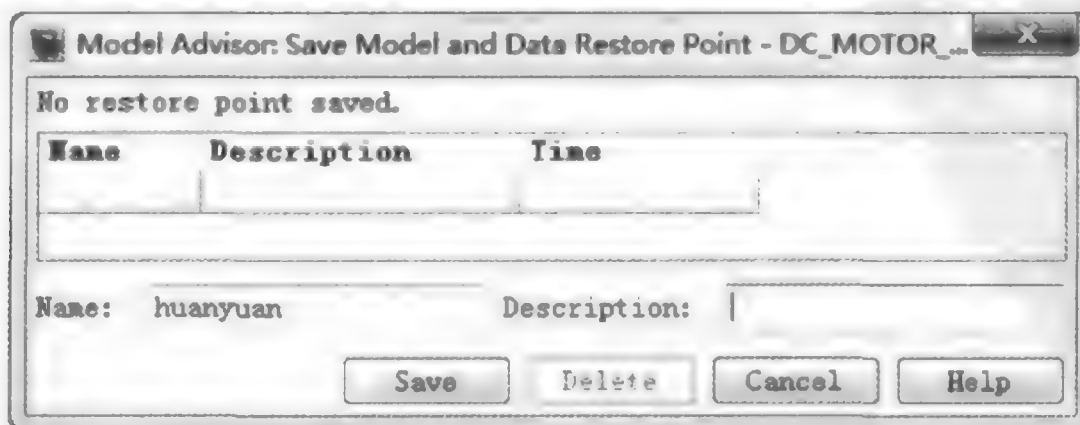

图 9.5.49 保存还原点
(1) 保存还原点。
① 确保当前的工作目录为模型所在的目录。
② 选择 Model Advisor 窗口菜单项 **File→Save Restore Point As...**。
③ 在还原点对话框下部的 Name、Description 栏输入还原点名称及描述文字, 虽然描述不是必需的, 但可以帮助用户区分各个还原点(图 9.5.49)。
④ 单击 **Save** 按钮, 保存还原点。